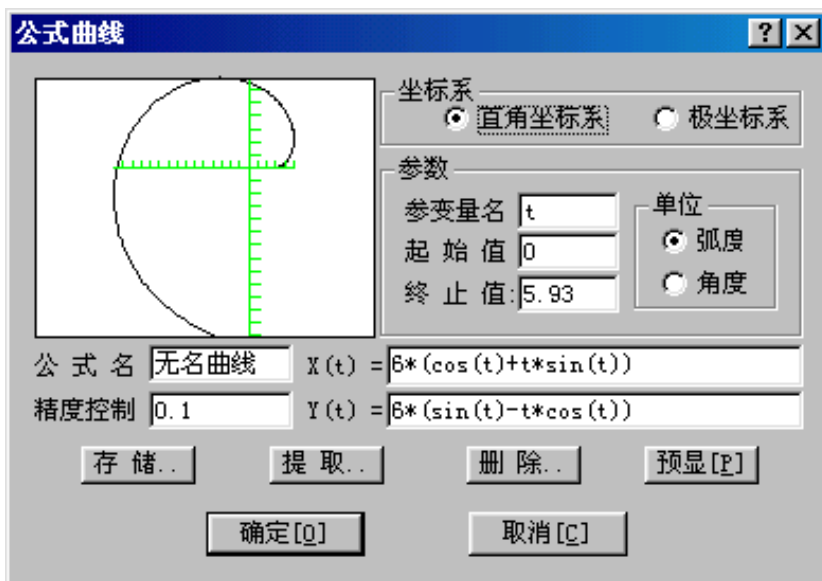

图 4-43 公式曲线对话框
(1) 单击【绘制工具】工具栏中的【公式曲线】按钮。
(2) 屏幕上将弹出公式曲线对话框（如图 4-43）。用户可以在对话框中首先选择是在直角坐标系下还是在极坐标下输入公式。
(3) 接下来是填写需要给定的参数：变量名、起终值（指变量的起终值，既给定变量范围），并选择变量的单位。